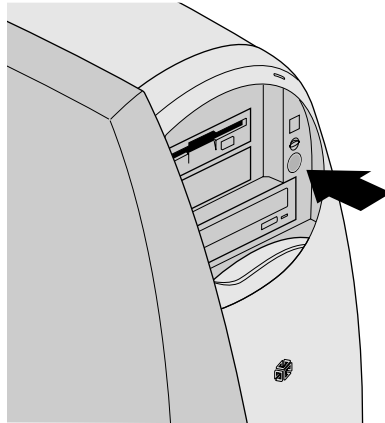

Abbildung 1-12 Einschalten der Workstation
2. Öffnen Sie die Schiebeabdeckung des Systems wie in Abbildung 1-12 dargestellt durch einen leichten Druck auf die untere Hälfte der Abdeckung.
3. Betätigen Sie den Netzschalter wie in Abbildung 1-12 dargestellt.